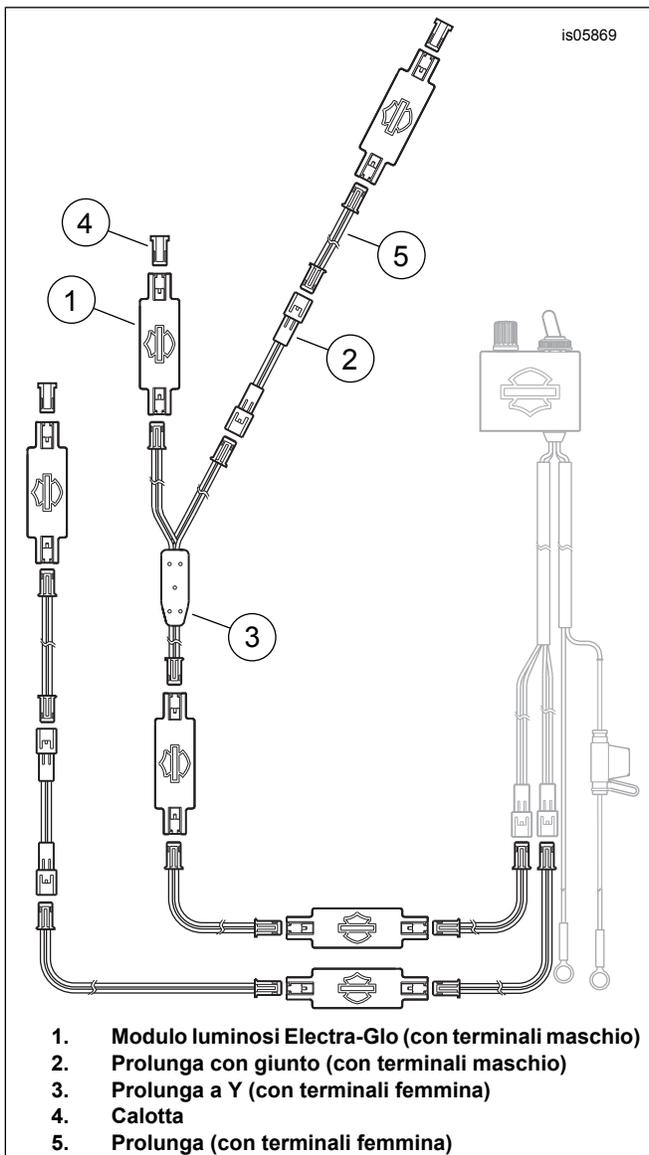

Figura 1. Disposizione dei moduli luminosi (esempio)
- vedere Figura 1. Combinare prolunghe (5), prolunghe a Y (3), prolunghe con giunto (2) e calotte (4) come desiderato per assemblare un circuito in serie con i moduli luminosi (1) nei punti selezionati.